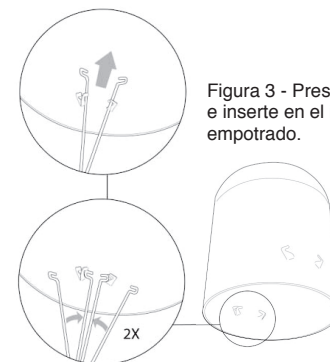

Figura 3 - Presione los resortes de torsión e inserte en el interior del alojamiento empotrado.
5. Presione los resortes de torsión juntos e instálelos en sus soportes dentro del alojamiento empotrado (como se ilustra en la Figura 3).